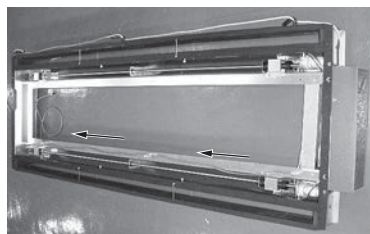

図5
2. 昇降キット付属のリード線 (コネクター3P: クロ) を所定の経路に通します。(図5)